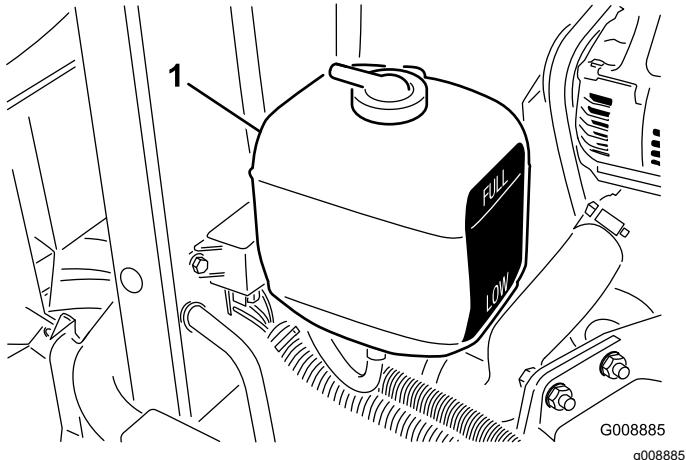

Figura 57
2. Controllate il livello del refrigerante nel serbatoio di espansione (Figura 57). A motore freddo il livello del refrigerante deve essere a metà circa tra i segni riportati sul fianco del serbatoio.